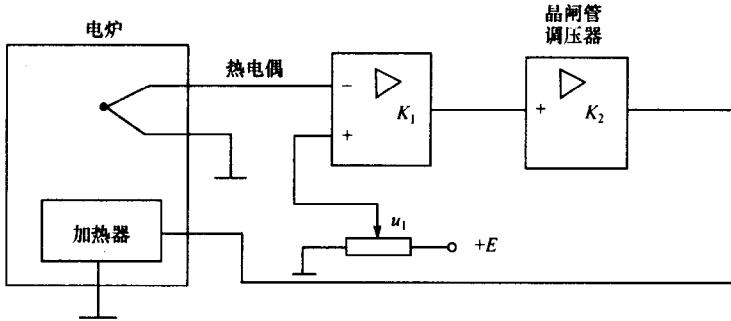

图 1-6 炉温控制系统
2. 图 1-6 表示一个炉温控制系统。说明工作原理，指出系统的控制对象、参考输入、被控变量，以及功率放大元件、执行元件、测量元件，并绘出系统元件框图。说明该系统是定值控制系统、伺服系统还是程序控制系统。